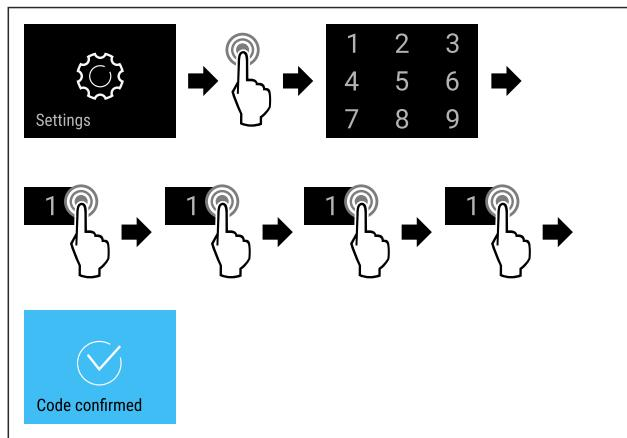

Fig. 90
- Seguir los pasos de procedimiento (consulte Fig. 90).